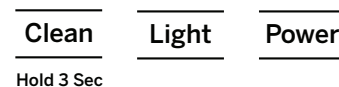

Figura 2
2. Enchufe la Opal y mantenga presionado el botón "Clean" (Limpeza) durante 3 segundos para iniciar el proceso de limpieza. Ver Figura 2.